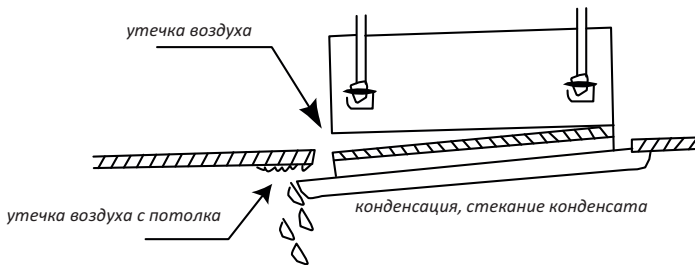

Рис.11.14
1) Неправильное закручивание винтов может привести к неисправностям, показанным на Рис.11.14